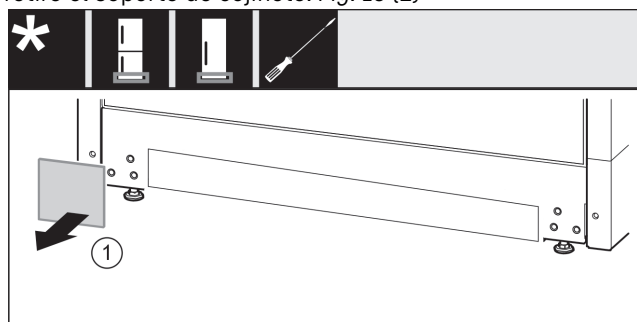

Fig. 16
- Retire la cubierta. Fig. 16 (1)